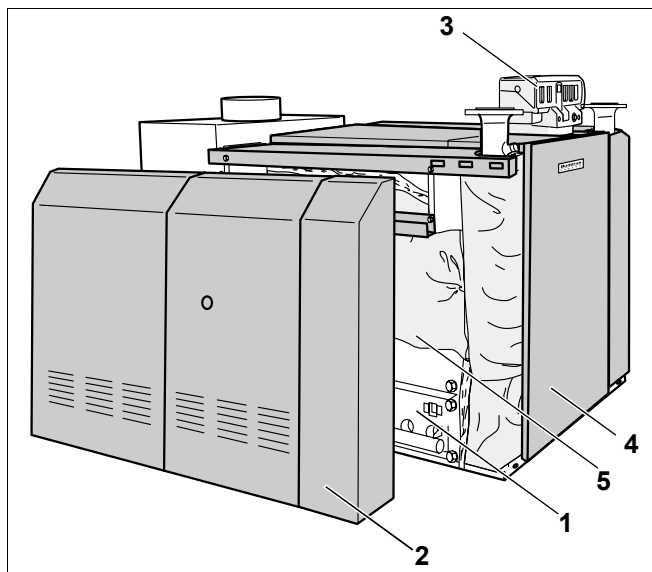
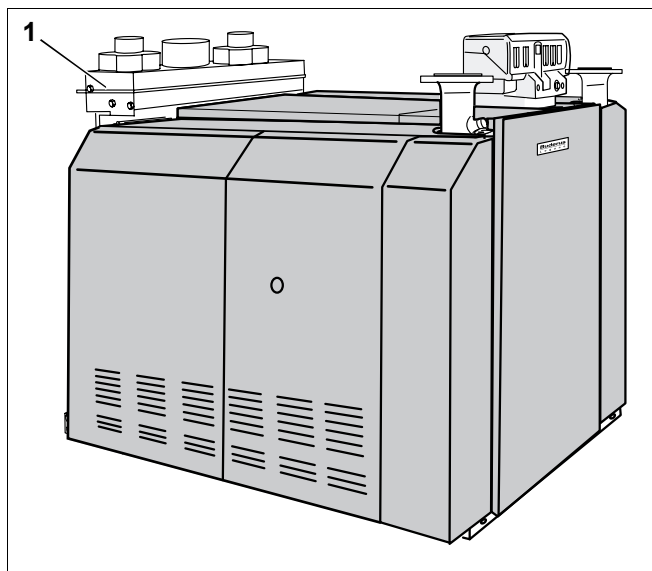

Рис. 1 Logano GE434
Рис. 2 Logano plus GB434
Отопительные котлы Logano GE434 (рис. 1) и Logano plus GB434 (рис. 2) состоят из правого и левого котловых блоков, на каждом из которых установлено по одной газовой горелке.
- Котловые блоки (рис. 1, **поз. 5**) и газовые горелки (рис. 1, **поз. 1**).
- Облицовка котла (рис. 1, **поз. 2**) и теплоизоляция (рис. 1, **поз. 5**).
- Система управления (рис. 1, **поз. 3**), дополнительный регулятор и два автомата горения газа (на одну газовую горелку - один автомат горения). Система управления и автоматы горения газа служат для контроля и регулирования всех электрических узлов отопительного котла.
Дополнительный элемент отопительного котла Logano plus GB434 (рис. 2):
- Конденсационный блок (рис. 2, **поз. 1**)